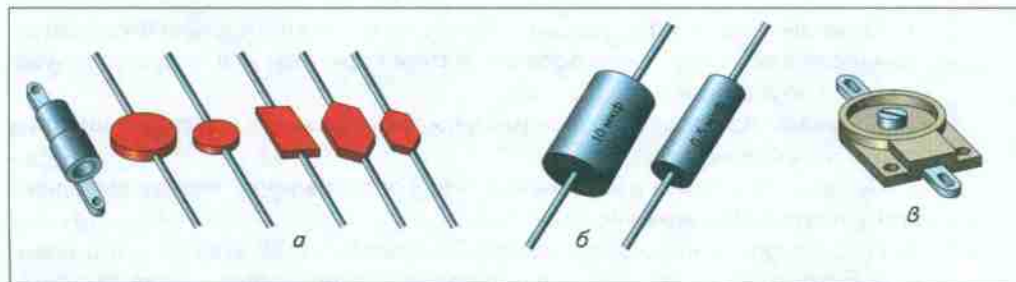

Рис. 14. Конденсаторы постоянной ёмкости (а, б) и подстроечный конденсатор (в)
**Конденсаторы постоянной ёмкости** разных типов имеют различную конструкцию (рис. 14). *Бумажные* конденсаторы, например, представляют собой тонкую ленту алюминиевой фольги и ленту тонкой бумаги, пропи-